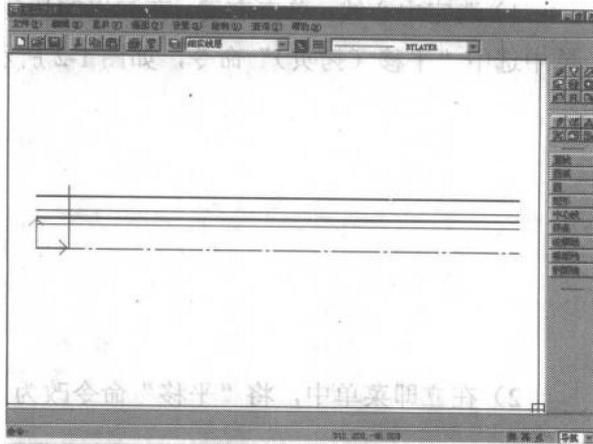

图 1-6 绘制端线
- 回车其结果如图 1-6 所示。
- 1) 选择对象：(选择图 1-6 中的垂直线)；